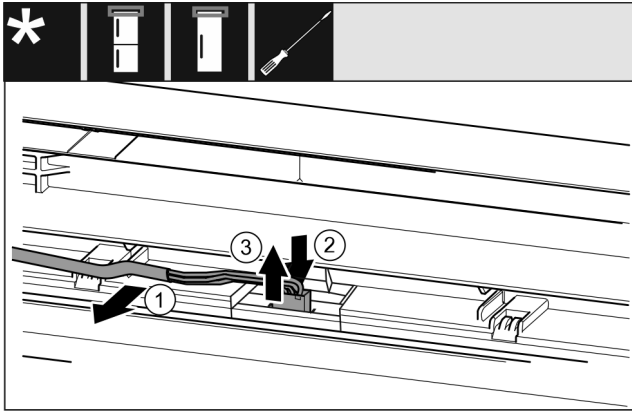

Fig. 10
- ▶ Lironi me kujdes kabllon ngjyrë gri nga udhëzuesi te dera. Fig. 10 (1)
- ▶ Shtypni për poshtë gjuhëzën prapa spinës. Fig. 10 (2)
- ▶ Nxirrni jashtë me kujdes spinën nga lart. Fig. 10 (3)